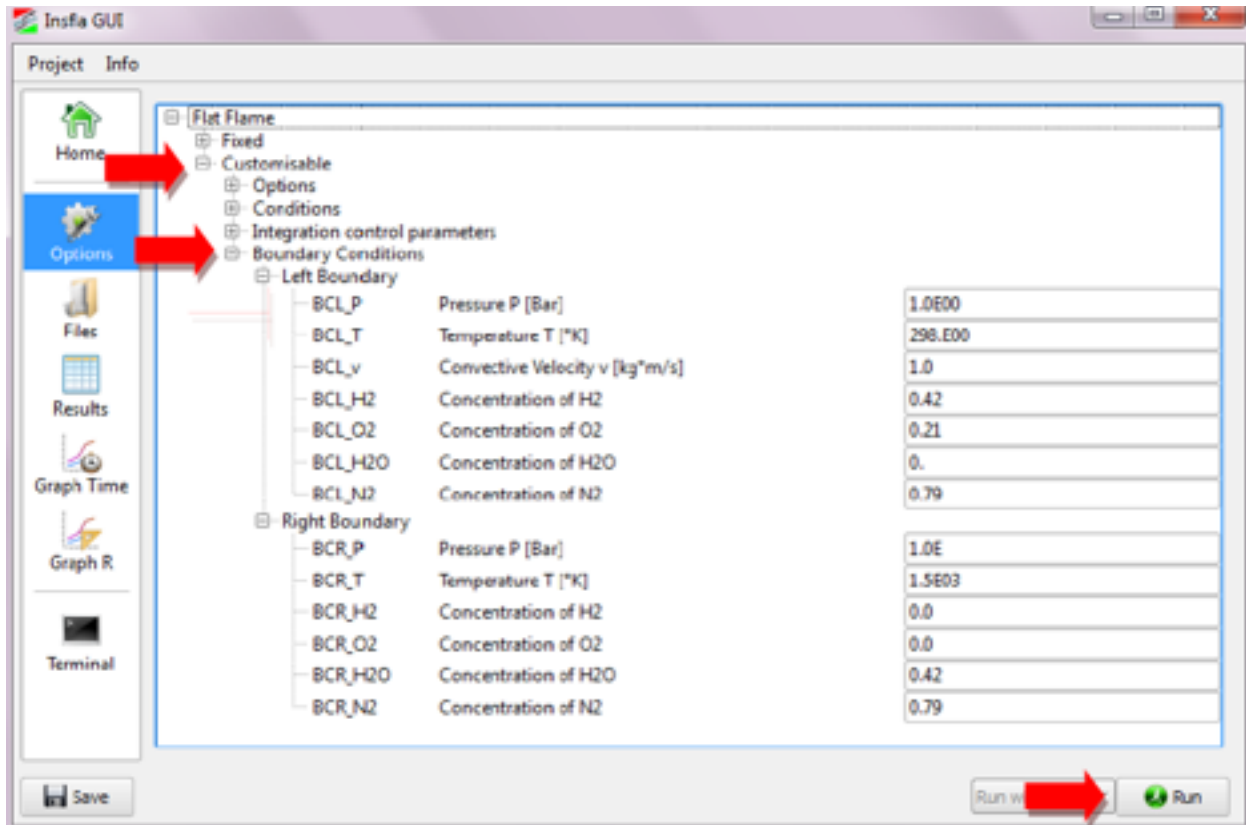

Abb.5: Eingeben der Randbedingungen
*Beispiel (siehe auch Abb.5):*
Die Simulation wird durch drücken des **Run**-Buttons gestartet (siehe Abb.5).